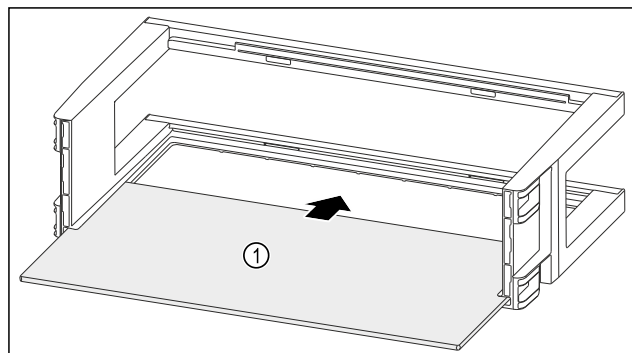

Fig. 97
- ▶ Odlagalno polico Fig. 97 (1) vstavite v stranske utore.